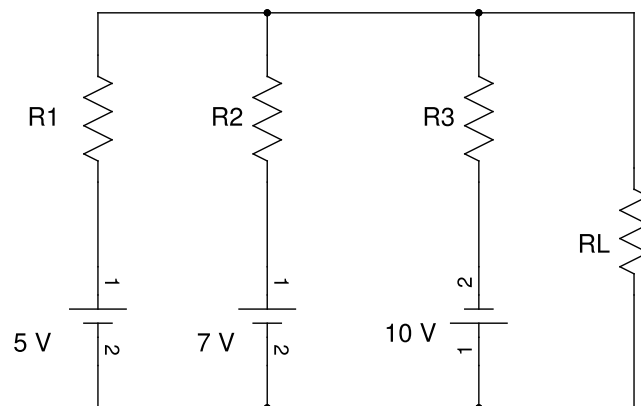
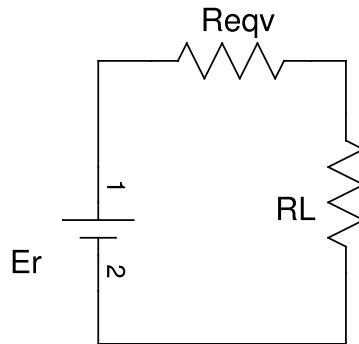

Figura 5.1
Figura 5.2
1. Monte o circuito da figura 5.1 para $R_L = 100\Omega$;
3. Monte o circuito da figura 5.2 para $R_{eqv} = R_1 // R_2 // R_3$ (utilize um potenciômetro para ajustar R_{eqv});
4. Varie o valor da tensão E_r até que a tensão e a corrente em R_L volte a ser igual a da figura 5.1;
5.2. Para o circuito da figura 5.2, calcule o valor de E_r e R_{eq} , que faça o este circuito ser equivalente ao da figura 5.1.